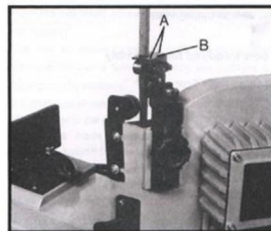

Fig. 3
3. Retirez les deux vis (A, Fig. 3) et